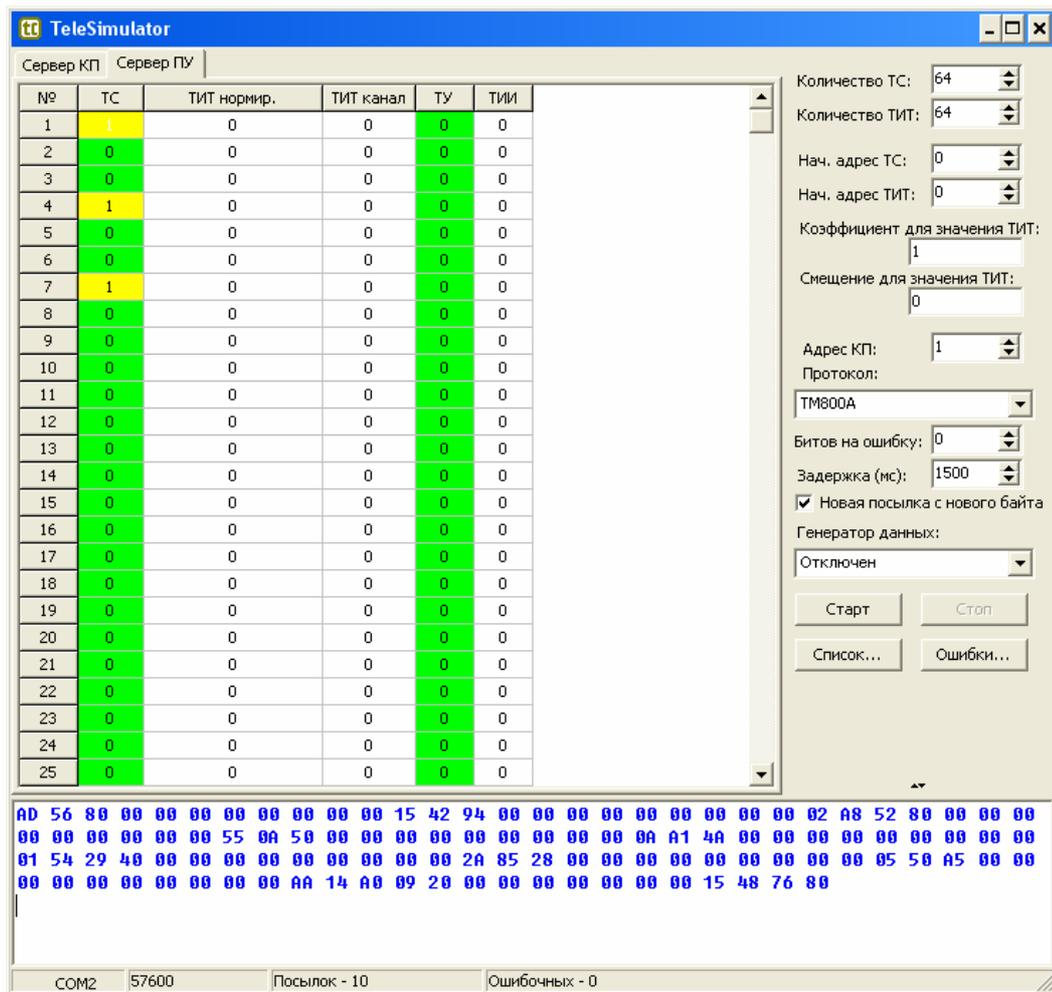

Рисунок 12 – Интерфейс программы «TeleSimulator» для протокола TM800A
7) запустите на ПЭВМ вторую копию программы TeleSimulator (рисунок 12). Установите в ней: